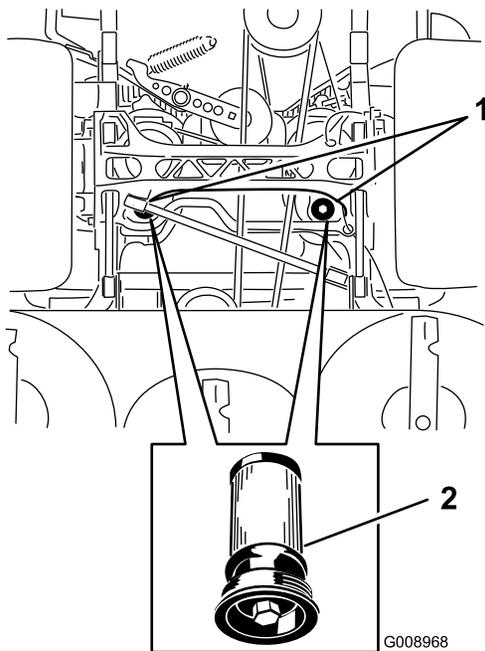

Figura 88
5. Coloque un recipiente debajo del filtro, retire el filtro usado y limpie la superficie (Figura 88).
6. Aplique una capa fina de aceite hidráulico a la junta de goma del filtro nuevo (Figura 88).